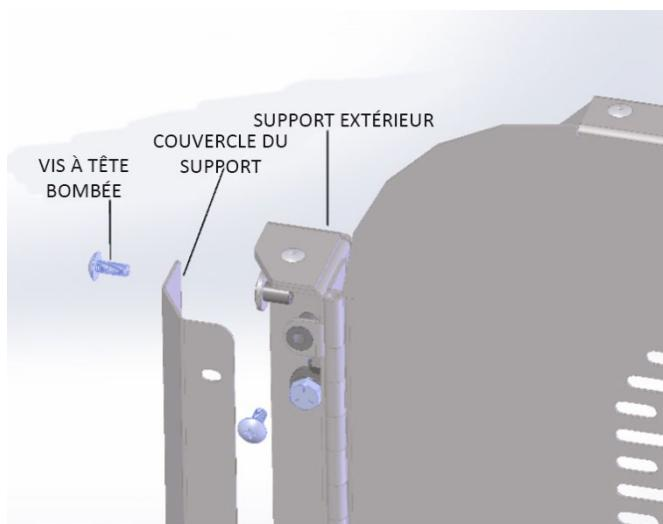

Figure 10 : Vue éclatée du couvercle du support
27. Installez un couvercle de support sur chaque support extérieur à l'aide de vis à tête bombée 10-32. La bride avec le plus petit rayon sur chaque coin doit aller sur le côté du support extérieur. (Figure 10)